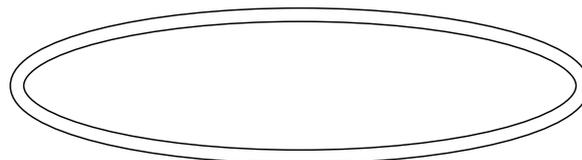
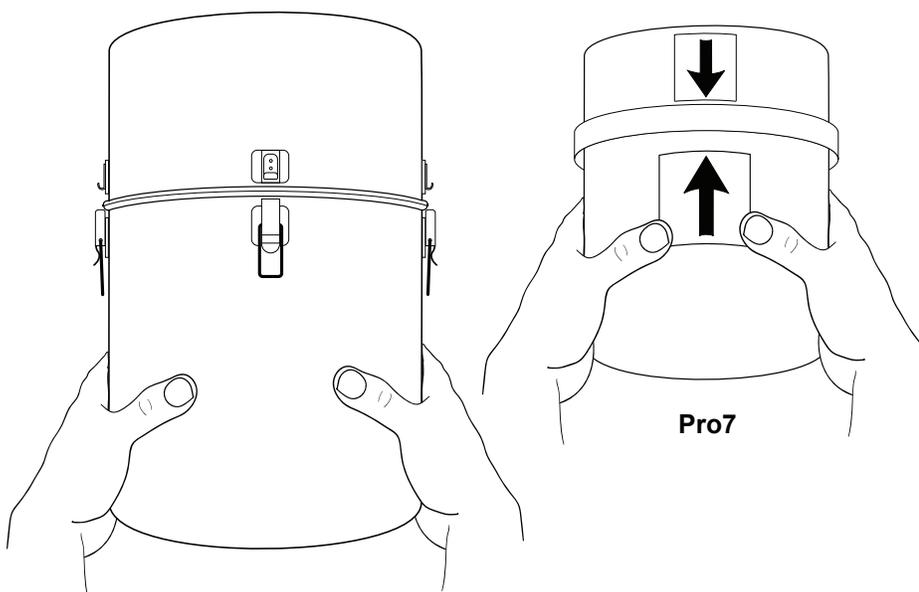
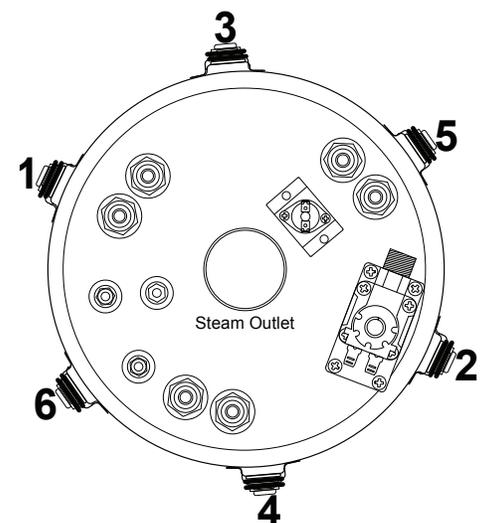

Fig. 16b
Fig. 16c
Fig. 16d
16.8 Une fois terminé, remettez le joint rond autour du collet du réservoir. Voir Fig. 16b. Aligner les loquets autour du réservoir du bas à celui du haut. Voir Fig. 16c. Appliquer une pression uniforme afin d'insérer le réservoir au morceau du haut. Fermer ensuite les loquets en suivant la séquence illustrée sur la Fig. 16d tout en maintenant le réservoir en place. Les loquets devraient se fermer en appliquant une pression raisonnable. Finalement, s'assurer que le joint d'étanchéité (O-ring) et le réservoir sont bien en place en vérifiant qu'il n'y ait aucune fuite d'eau lors de la mise en marche de l'humidificateur.